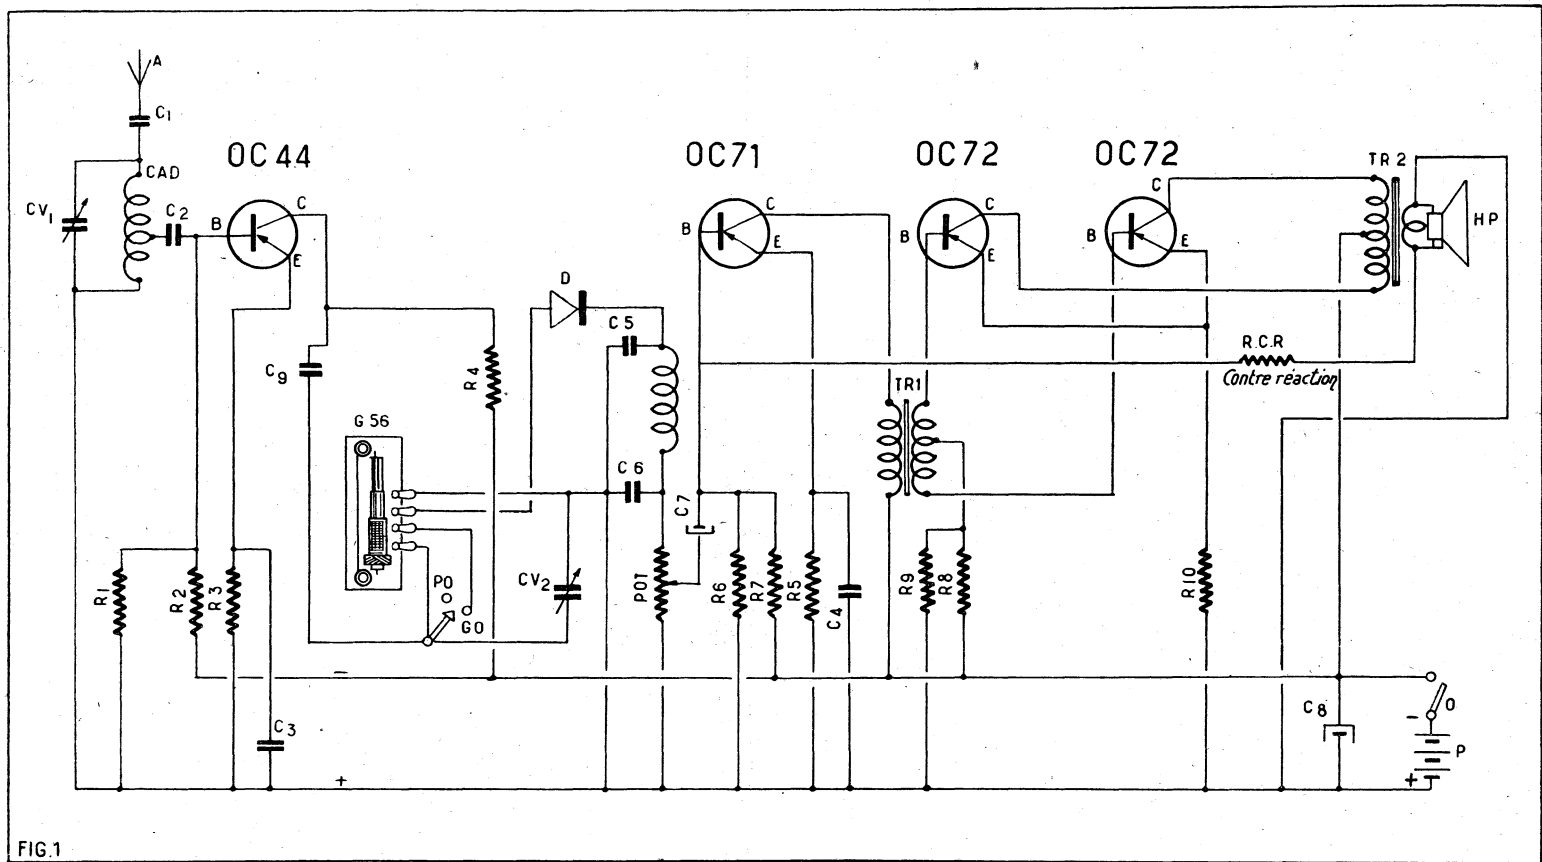

FIG.1
Le schéma (fig. 1).
« L'astuce », consiste à connecter la partie du bobinage du bloc G 52 ayant la plus grande impédance, au collecteur du transistor haute fréquence OC 44, et la partie du bobinage de ce bloc ayant la moins grande impédance, à l'anode de la diode détectrice. Ceci afin d'adapter le mieux possible le bloc d'accord G 52 à sa nouvelle fonction. (Les figures 1 et 2 vous indiquent comment effectuer les connexions qui sont complètement différentes de celles figurant sur le schéma accompagnant le bloc).
ce récepteur est terminé. Le noyau plongeur de ce bloc servira pour le réglage de mise au point de la HF (à effectuer une fois pour toutes, l'accord se faisant par la suite, à l'aide du condensateur variable CV2 couplé avec le condensateur CV1) (fig. 1).
## Construction du récepteur (fig. 1).
Ce récepteur fonctionne sur deux gammes d'ondes (PO et GO). Comme collecteur d'ondes, il utilise soit un cadre ferrocube pour la réception des émetteurs régionaux avec le maximum de sélectivité possible (sans que cela soit au détriment de la musicalité, nous attirons tout particulièrement votre attention là-dessus), soit une petite antenne de 4 à 5 m au maximum et une prise de terre (pour la réception des émetteurs éloignés ou d'assez faible puissance). Comme indiqué figure 1, il faut prévoir sur ce cadre une prise de terre (connectée au + de la pile), et une prise d'antenne, dans laquelle on intercale en série un condensateur fixe au mica de 150 pF (C1). Ce cadre CAD (qui sert en même temps de bobinage d'accord du circuit d'entrée, lorsque le récepteur est utilisé avec une antenne et une prise de terre), est accordé par un condensateur variable de 490 pF (CV1), couplé avec le condensateur variable de 490 pF également (CV2) utilisé pour l'accord du transfo HF (G 56). Ce couplage des deux condensateurs variable permet de réaliser une commande unique. En PO le commutateur de gammes d'ondes (S) court-circuite le bobinage GO et de ce fait élimine son action. Sur la position GO les deux bobinages du bloc sont uti-
mica de  $100 \text{ pF}$  (C9). Cette même connexion est reliée électriquement aux lames mobiles du condensateur variable CV2. Le collecteur de l'OC 44 est également connecté au pôle négatif (-) de la pile en intercalant en série dans cette connexion une résistance de  $4.700 \Omega$  (R4). La connexion allant du bloc G 56 à la diode D, est directement connectée à l'anode d'un OA 50 ou OA 79, ou autre du même genre. Les courants basse fréquence détectés par la cathode de la diode D sont collectés par un potentiomètre de  $50.000 \Omega$  (pot). Pour éliminer d'une façon absolue toutes résiduelles de courant haute fréquence qui pourraient subsister après la détection — ce qui aurait pour résultat pratique de provoquer des accrochages haute fréquence intempestifs — il est intercalé en série dans cette connexion, une self de choc haute fréquence à très faible capacité répartie (CH de la figure 1) et encadrée d'un condensateur fixe céramique de  $22.000 \text{ pF}$  (C5), et d'un condensateur fixe céramique de  $10.000 \text{ pF}$  (C6).
Les OC 72 doivent être acquis par paire (appareillés), afin d'avoir les mêmes caractéristiques (les dits transistors étant utilisés dans un montage symétrique). Il se peut que la résistance R10 (miniature au graphite de 14  $\Omega$  1/2 W) commune à l'émetteur des deux OC 72 provoque une distorsion par transmodulation, observable seulement pour les signaux très faibles. Si cela se produit, et apporte trop de gêne, on peut facilement y remédier en utilisant deux résistances séparées pour les deux émetteurs (si nous n'avons indiqué qu'une résistance R10 sur la figure 1 c'est dans un but de simplification, sans plus. Les cosses de masse (lames fixes) des condensateurs variables CV1 et CV2 doivent être connectées à la masse (pôle positif + de la pile).